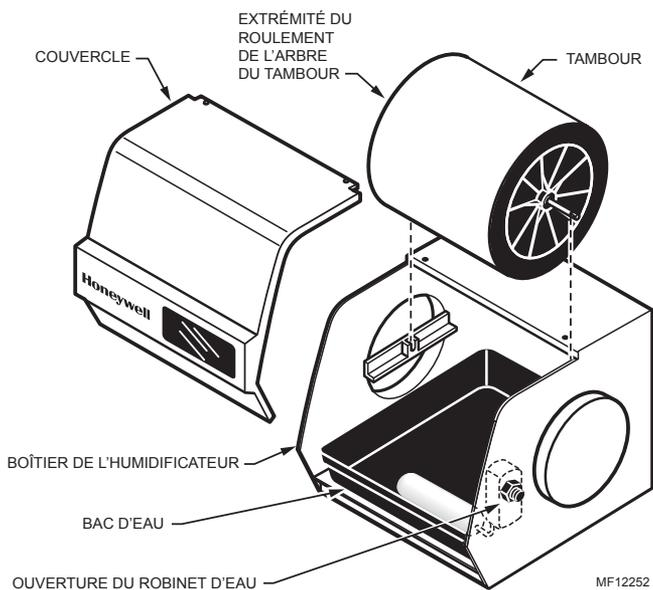

Fig. 1. Enlèvement de l'ensemble entraînement.
3. Soulever l'arbre par l'extrémité du roulement de l'arbre du tambour et le dégager en le faisant glisser à l'extérieur de l'accouplement moteur pour retirer le tambour. Voir la figure 1.